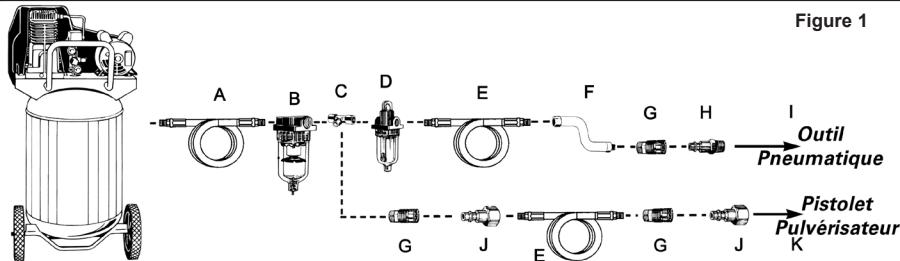

Figure 1
To maintain the maximum performance of the air tool, it must be lubricated each time it is used. Dust, dirt, rust and oil residue will build up inside the tool and reduce the performance. An in-line oiler is recommended for proper automatic tool lubrication (see Figure 1). If an in-line oiler is not available, the tool can be lubricated manually through the inlet port (see Figure 7).
6. Branchez l'outil au raccord rapide du tuyau d'air. **REMARQUE : Il est recommandé d'utiliser un tube flexible à raccordement à pivot (P012-0079SP - non inclus) afin d'empêcher que le tuyau d'air ne s'entortille ou ne se plie et de prévenir son usure excessive (voir la Figure 1 pour les connexions recommandées).**
Pour conserver le rendement optimal du moteur pneumatique, il faut le lubrifier à chaque utilisation. Des résidus de poussière, de saleté et d'huile se logeront à l'intérieur de l'outil et en réduiront le rendement. Un huilier sur canalisation est recommandé pour lubrifier automatiquement l'outil de façon adéquate (voir Figure 1). Si ce dispositif n'est pas disponible, il est possible de lubrifier l'outil manuellement par l'orifice d'admission (voir Figure 7).